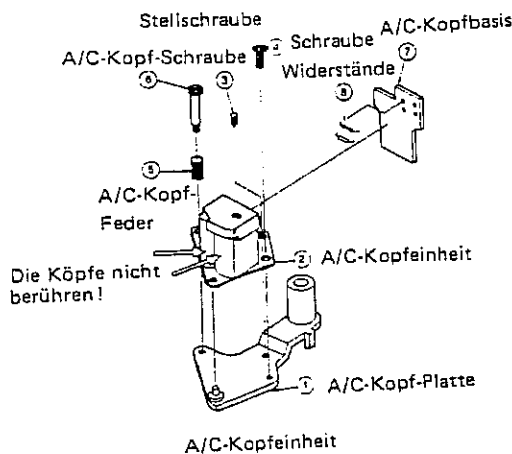

Abbildung 24.
7. Den Spurlagenknopf auf die voreingestellte Position stellen und die in Abb. 24 gezeigte Einstellmutter für die X-Position einstellen, so daß die Hochfrequenz-Hüllkurve auf der CH1-Seite ihr Maximum erreicht.